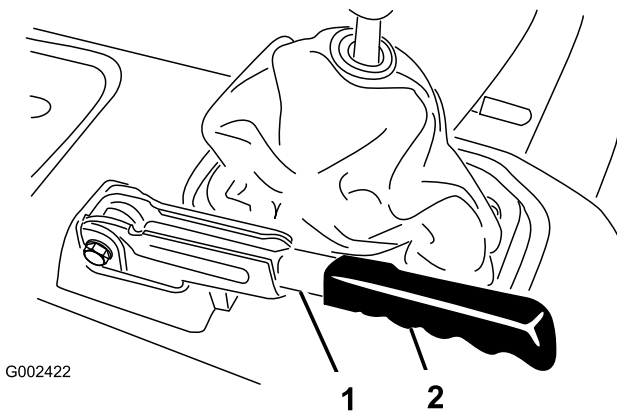

Bild 73
1. Nehmen Sie den Gummigriff vom Feststellbremshebel ab (Bild 73)